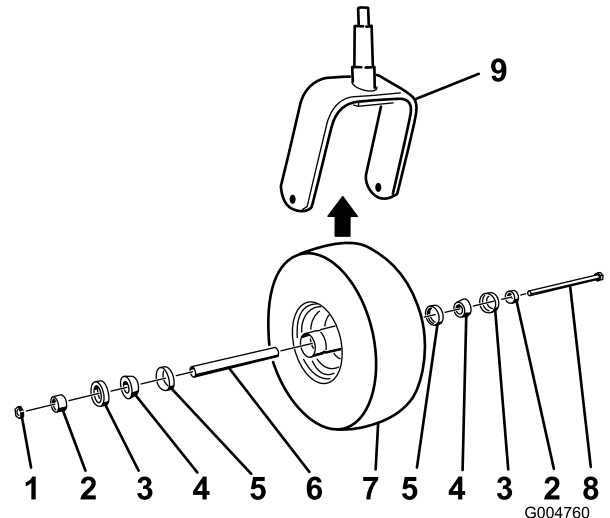

Figura 46
2. Retire la contratuerca del perno (Figura 46).
5. Ensamble la rueda giratoria presionando los cojinetes cónicos y las juntas, llenos de grasa, sobre el cubo de la rueda, según se muestra en Figura 46.